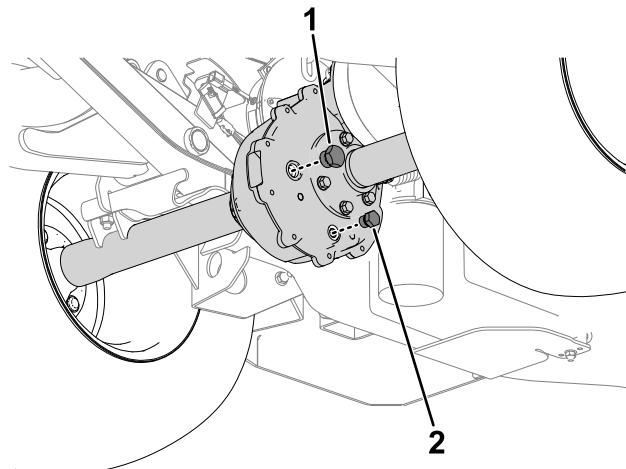

Bild 52
2. Entfernen Sie die Füllschraube (Bild 52).
3. Entfernen Sie die Ablassschraube (Bild 52) und lassen Sie das Öl vollständig ablaufen.